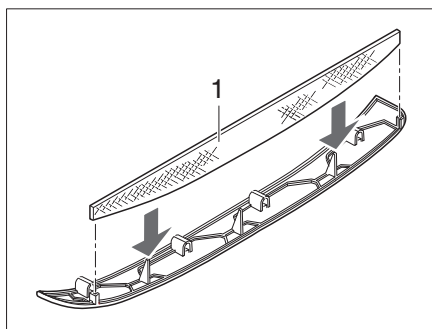
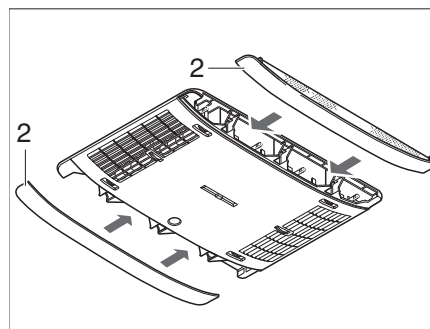

Fig. 396 Filtro di lanugine impianto di climatizzazione
Fig. 397 Pannelli impianto di climatizzazione
Nei pannelli laterali (Fig. 397,2) si trovano due filtri della lanugine. I filtri della lanugine devono essere sottoposti a pulizia e, se necessario, a una sostituzione a intervalli regolari, comunque almeno ogni 6 mesi.
- Estrarre i pannelli (Fig. 397,2) dal distributore dell'aria e pulire i filtri della lanugine (Fig. 396,1) o, se necessario, sostituirli.